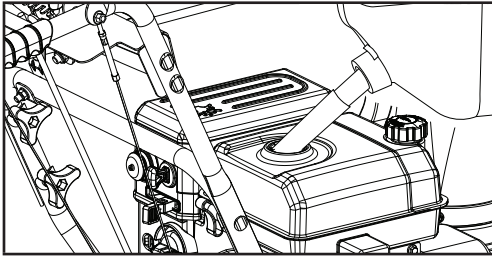

Figure 21
1. Enlevez le bouchon du réservoir d'essence (figure 21).